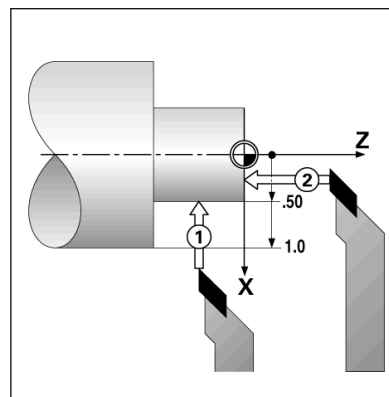

Fig. I.25 Fastlægge et emne henføringsspunkt.
**Eksempel: Fastlægge et emne henføringsspunkt.** See Fig. I.25.